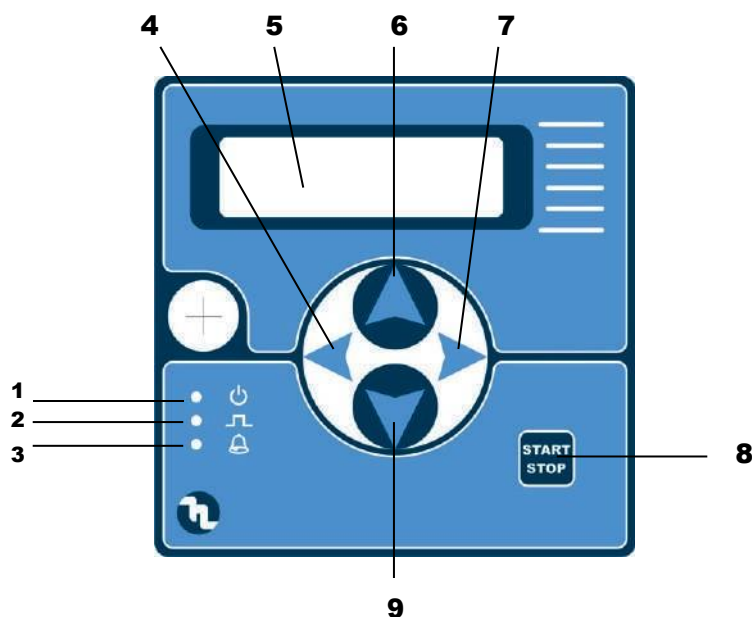

Рис.12
6.1. ПАНЕЛЬ УПРАВЛІННЯ НАСОСОМ (Рис.12)